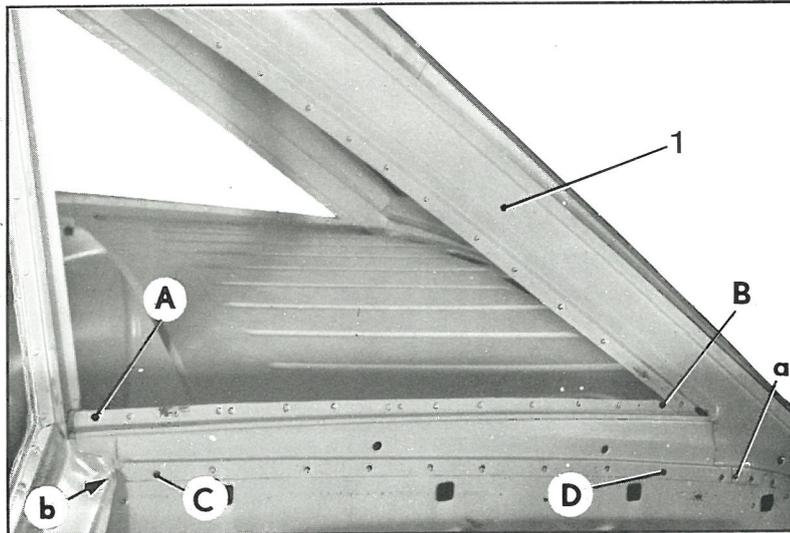

Fig. 1
- en* AB (fig. 1) (une tôle seulement)
- en* CD (fig. 1) (une tôle seulement)
- en* a (fig. 1) (deux tôles seulement)
- en* b (fig. 1)